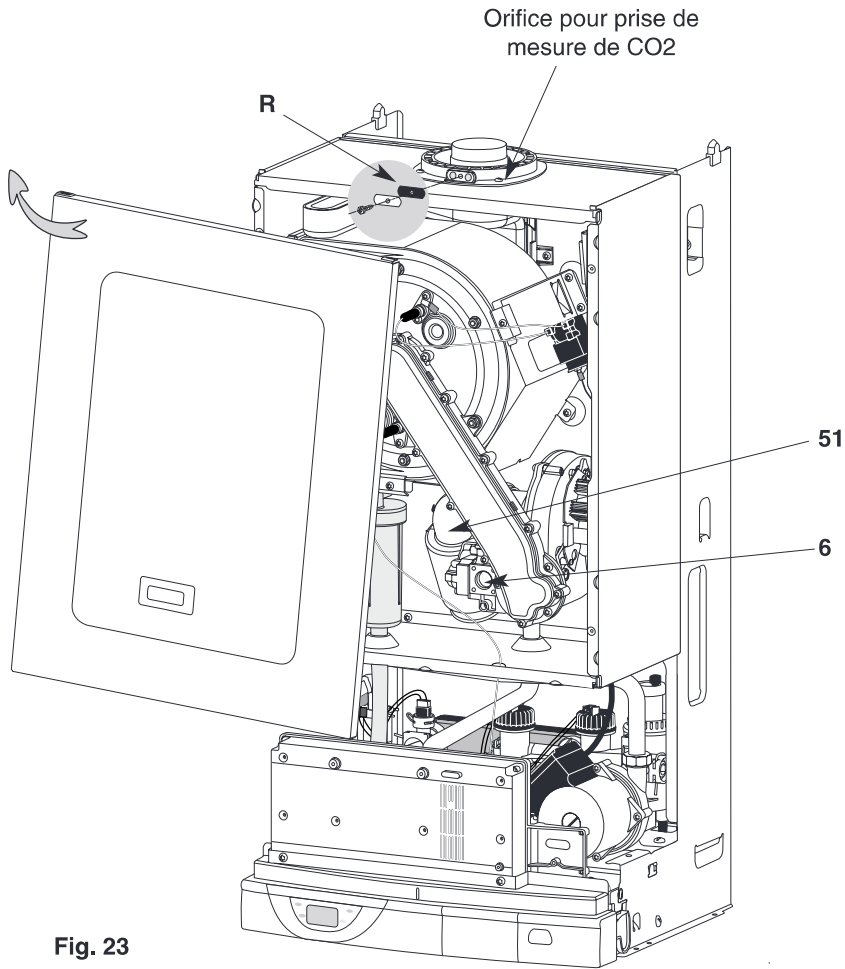

Fig. 23
Pour transformer l'appareil de G20 en G25 il est nécessaire de régler la vanne gaz **6** (fig. 23) à l'aide d'un analyseur CO/CO₂.
- déposer le panneau avant du caisson étanche (fig. 23)
- attendre que l'appareil soit stabilisé en température. Mesurer la teneur en CO₂ sur la prise de combustion (fig.23) accessible après avoir ôté l'ensemble (vis + bouchon + joint) **R** (fig.23). La mesure est à prendre sur l'orifice qui se trouve à gauche.